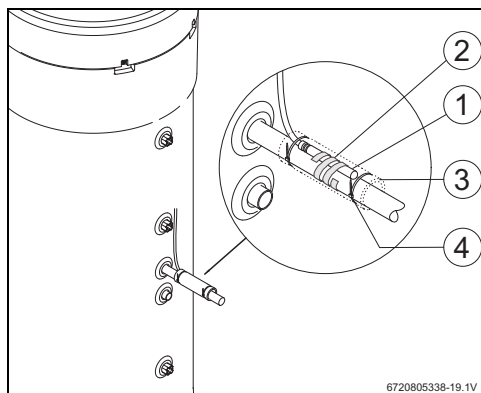

Bild 12
- ▶ Den Temperaturfühler, der am Zubehör angeschlossen wird, (Bild 12, [1]) wie in Bild 12 dargestellt positionieren.
- ▶ Temperaturfühler mit der mitgelieferten Kunststoffspirale am Speicher- Vorlauf befestigen (Bild 12, [2]).
- ▶ Temperaturfühler mit Isoliermaterial (Bild 12, [3]) umhüllen.
- ▶ Isolierung mit den 2 mitgelieferten Kabelbindern (Bild 12, [4]) fixieren.